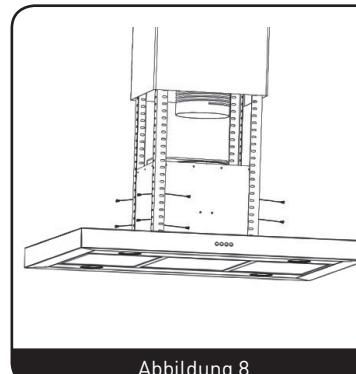

Abbildung 8
- Heben Sie das Gehäuse der Dunstabzugshaube an und stecken Sie es zwischen die Winkelstangen. Befestigen Sie es dann mit sechzehn M5 Schrauben. (Abbildung 8)